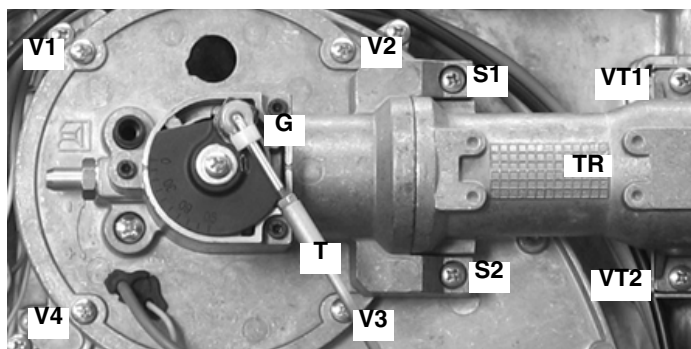

Рис. 18
- 1 Освободить стержень **T** (Рис. 18) и вынуть его из ложа наружу.
- 2 Снять винты **V1**, **V2**, **V3**, **V4**, **VT1** и **VT2** (Рис. 18).